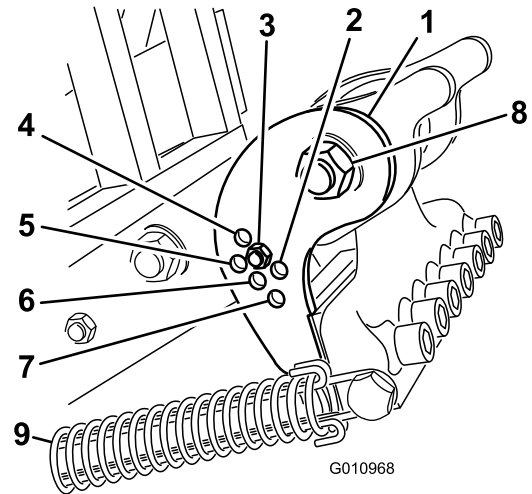

Figure 27
Régalez le support d'inclinaison (Figure 27) à la position correcte selon la longueur des louchets utilisés. La butée de la tête est réglée à l'une de cinq positions prédéterminées en choisissant le trou dans lequel sera boulonnée la tige de réglage. Ces trous sont prédéfinis seulement ; par exemple, l'utilisation d'un louchet de 25,5 cm à la position 30,5 cm peut vous permettre d'obtenir une finition plus régulière, selon l'application.
3. Décrochez le ressort de la tête d'aération (Figure 27).
4. Retirez l'écrou et le boulon des trous de réglages du support d'inclinaison (Figure 27).
5. Desserrez le boulon de pivot de la tête d'aération (Figure 27).